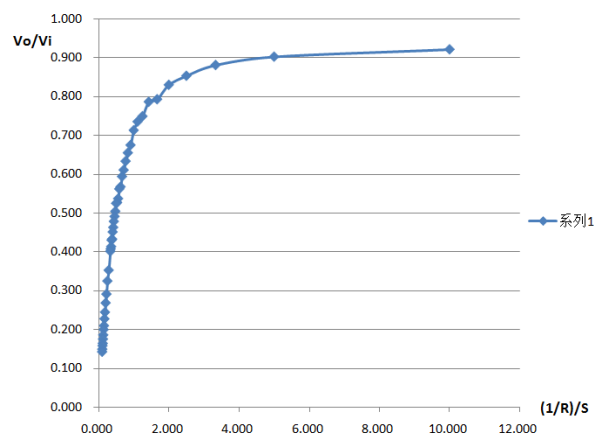
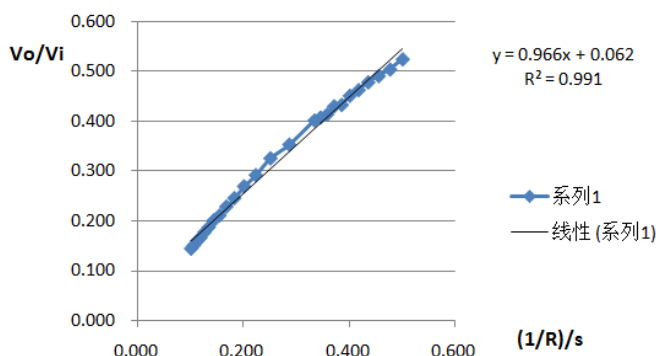

图 7
图 8
2. 根据表 1 数据，绘制 $\frac{V_0}{V_i} - \frac{1}{R}$ 曲线，如图 7 所示。
3. 取图 7 中线性部分，作 $\frac{V_0}{V_i} - \frac{1}{R}$ 直线图，如图 8 所示，并通过曲线拟合得到直线斜率 B。
根据图 8 的曲线，作直线拟合，直线的斜率为： B=0.966。